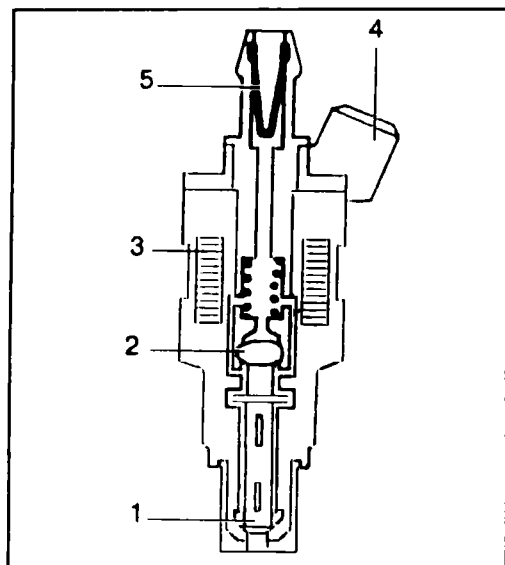

Рис. 4.44 Форсунка
бах впускного коллектора. Форсунка (см. рис. 4.44) состоит из корпуса, содержащего катушку электромагнита (3) и стержня (2), жестко соединенного с иглой (1), прижатой к гнезду винтовой пружиной. Электромагнитное поле, создаваемое в катушке электромагнита, в результате импульса тока от микропроцессорного модуля поднимает стержень, преодолевая при этом сопротивление винтовой пружины.